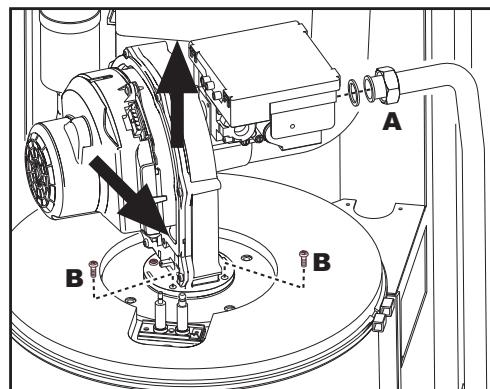
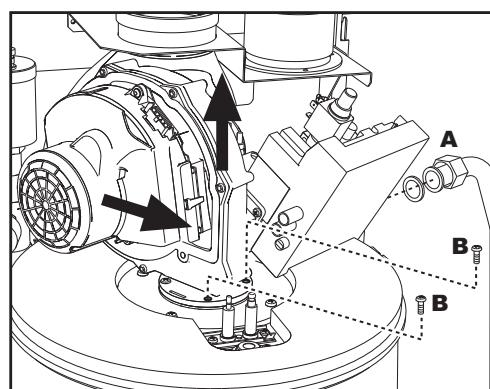

fig. 54 - modelul ENERGY TOP B 80 - 160
fig. 55 - modelul ENERGY TOP B 125 - 250
4. Desfaceți discul "A" de fixare al valvei de gaz (fig. 54 și fig. 55).
5. Desurubați cele două șuruburi "B" de fixare și scoateți grupul ventilator așa cum se arată în fig. 54 pentru modelul ENERGY TOP B 80 - 160 și în fig. 55 pentru modelul ENERGY TOP B 125 - 250.